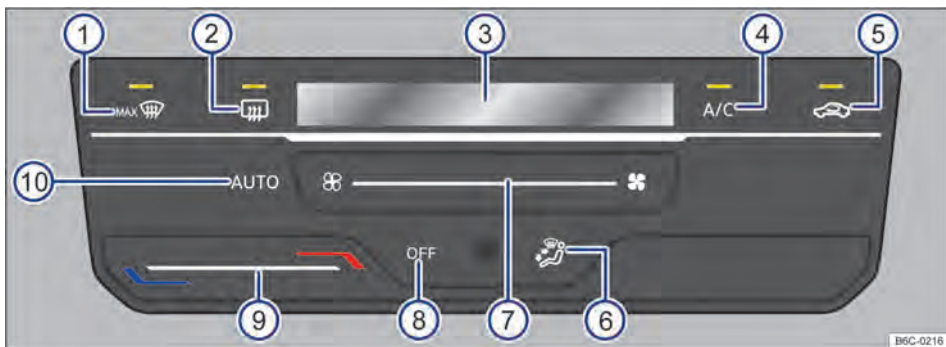

Fig. 80 Comandos do Climatronic.
- *Climatronic*: tocar na superfície de função OFF → Fig. 80 (8)
Ao tocar na superfície de função **AUTO** → Fig. 80 (10) é possível ligar o modo automático do Climatronic.
O modo automático garante temperaturas constantes no interior do veículo. A temperatura do ar, o volume de ar e a distribuição de ar são regulados automaticamente. O funcionamento automático se desliga quando a ventilação é alterada manualmente → Fig. 80 (7) ou com a alteração da distribuição de ar através da superfície de função → Fig. 80 (6).
- *Climatronic*: tocar na superfície de função **A/C** → Fig. 80 (4) para ligar e desligar o funcionamento da refrigeração.
- *Climatronic*: deslizar o dedo sob a superfície de função → Fig. 80 (9).
No display do Climatronic → Fig. 80 (3) é indicada a temperatura ajustada.
- *Climatronic*: deslizar o dedo sob a superfície de função → Fig. 80 (7).
- *Climatronic*: tocar na superfície de função → Fig. 80 (5).
- *Climatronic*: tocar na superfície de função → Fig. 80 (6) para posição desejada, a distribuição selecionada será indicada no display (3).
- *Climatronic*: tocar na superfície de função  → Fig. 80 (1).
- *Climatronic*: tocar na superfície de função  → Fig. 80 (2).